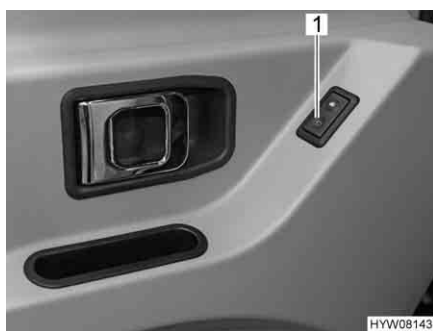

Fig. 18 Interruttore per l'alzacristalli elettrico nella porta conducente
*Apertura e chiusura:* ■ Premere l'interruttore (Fig. 18,1).